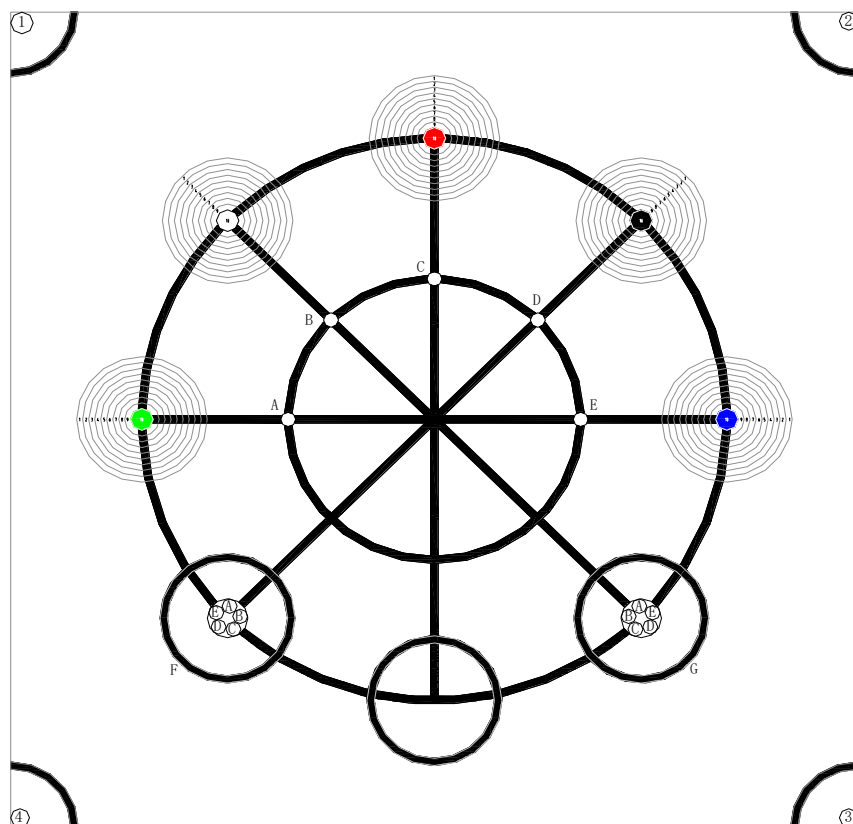

图 1 比赛场地示意图
搬运比赛的区域是 2260mm×2260mm 的正方形区域，如图 1 所示。包括机器人出发区、物料摆放点、物料目标区、搬运辅助线和三基色标定柱。场地图纸有两种获取方式：一是可从大赛官网下载图纸 CAD 文件，使用哑光 PVC 膜纸，通过彩色喷绘制作图纸；二是通过淘宝网购比赛场地使用的图纸，可避免图纸上色差和灰度等不一致的问题。
物料摆放点由两部分组成。第一部分，物料摆放点位于内圆与搬运辅助线的交点上，从左到右依次用黑色字体标识为A、B、C、D、E；第二部分，物料摆放点位于F、G的位置，如图1所示，是由5个与物料直径相同的小圆构成的环形物料存储区，依次用白色字体标识为A、B、C、D、E。
物料目标区由五个圆环构成，从左到右依次填充为绿色、白色、红色、黑色、蓝色，位于以场地中心为圆心、半径为780mm的同心圆环上，如图1所示。同心圆轮廓线颜色为50%灰度，线宽为2mm，从圆环（物料目标区）中心向外，半径分别为30mm、46mm、62mm、78mm、94mm、110mm、126mm、142mm、158mm、174mm，分值标识分别为10、9、8、7、6、5、4、3、2、1，字体高度10mm，宋体，加粗（除了黑色中心圆10字样为白色外）。
场地图纸四角标识有①、②、③、④的位置，用于摆放三基色标定柱，每个区域的半径为160mm，如图1所示。